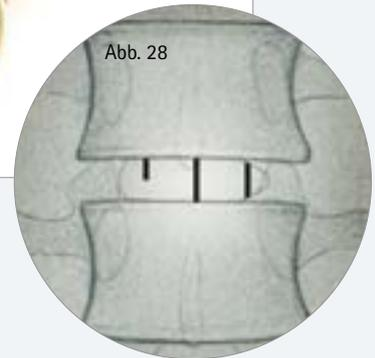

Abb. 28
- Bei AP Sicht sollten alle drei Röntgenmarker sichtbar sein, mit dem anterioren Marker auf Höhe der Wirbelkörper-Mittellinie, wie in Abb. 28 dargestellt.